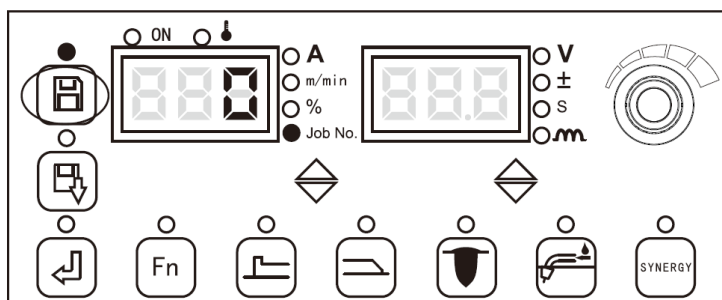

Рисунок 3-16 Экран сохранения параметров
4. С помощью ручки на панели управления выберите номер операции сохранения (от 0 до 49) и нажмите кнопку «Ввод» для подтверждения, как показано на Рис. 3-16.